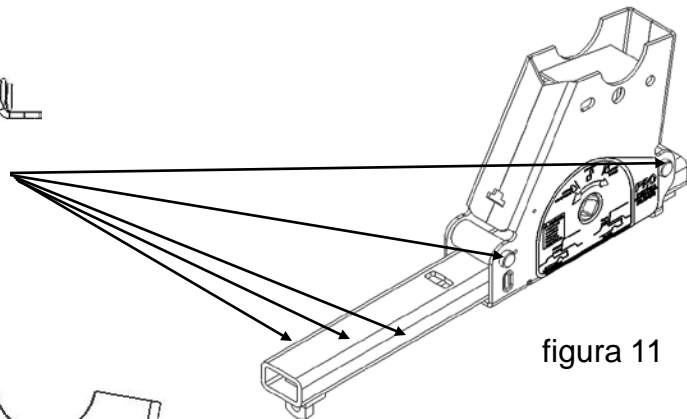

figura 11
7. Cubra las superficies superior y lateral del tubo deslizador y los orificios de rodillo (5 lugares) en cada ensamble deslizador con grasa para todo propósito o lubricación de teflón, según sea necesario (ver figura 11). Repita esta aplicación mensualmente durante el uso.